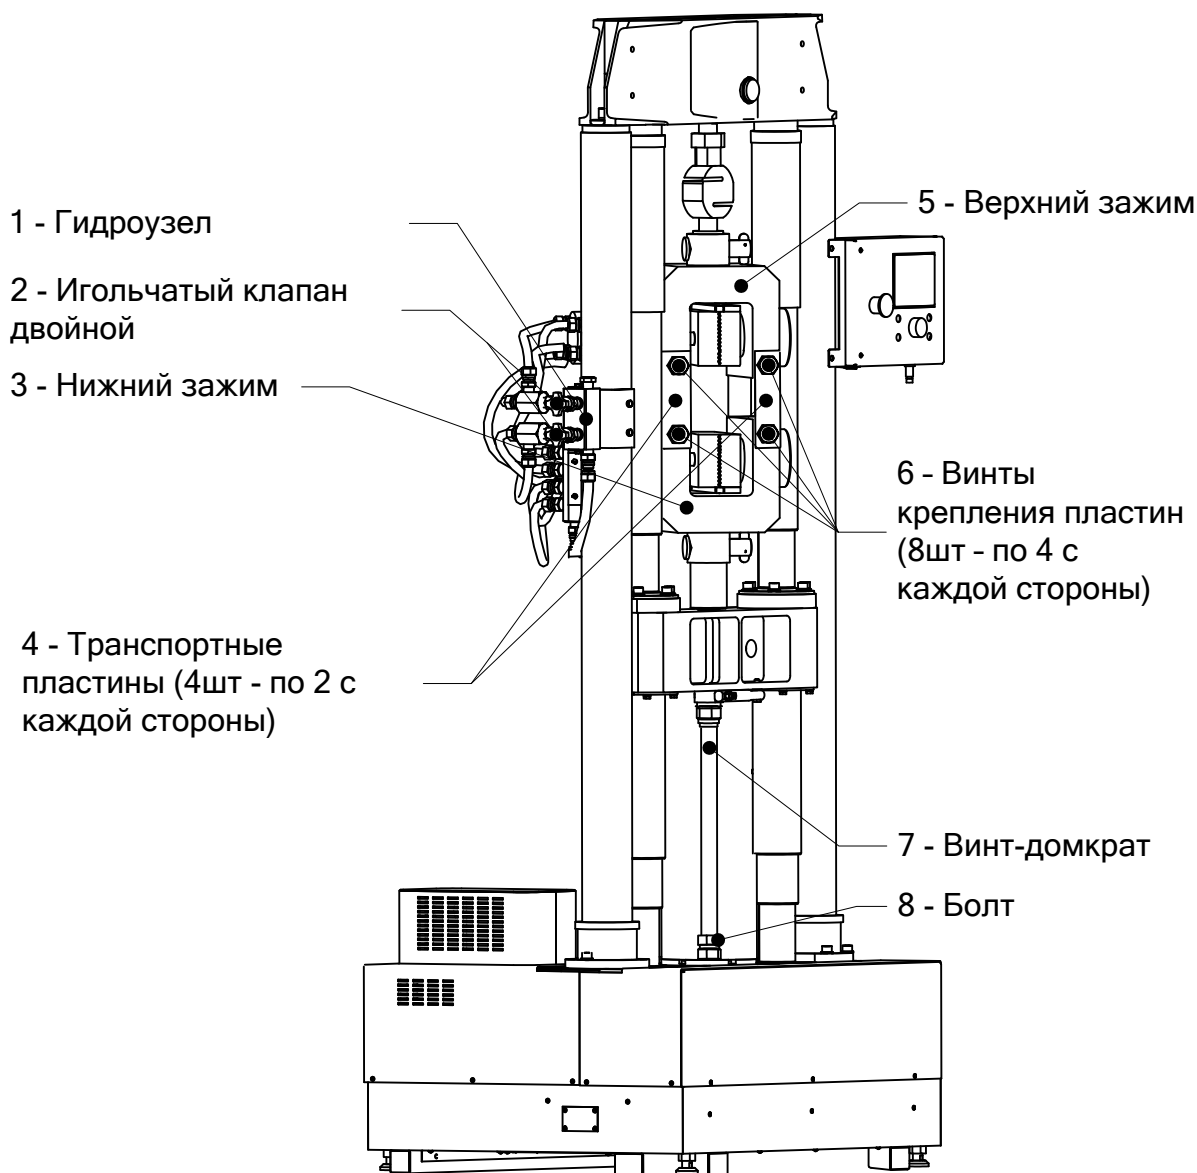

Рисунок 4 – Транспортировочные крепления
2.2.1 Если тисы во время транспортировки были установлены на машину МРП-20, необходимо снять транспортировочные крепления (см. рисунок 4, страница 9).
2.2.2 Снять транспортные пластины (поз. 4 рисунок 4, страница 9), фиксирующие верхний и нижний зажимы, отвернув винты крепления (поз. 6 рисунок 4, страница 9).
2.2.3 Завернуть крепежный болт (поз. 8 рис. 4) на винт-домкрат (поз. 7 рисунок 4, страница 9).
2.2.4 Отвернуть винт-домкрат (поз. 7 рисунок 4, страница 9). При необходимости (если винт-домкрат не извлекается), включить машину МРП-20 и поднять нижнюю подвижную балку МРП-20 вращением ручки управления. Затем отвернуть и извлечь винт-домкрат.
2.2.5 Установить гидроузел (поз. 1 рисунок 4, страница 9) на левую балку машины МРП-20 и закрепить крепежными винтами (см. рисунок 4, страница 9).